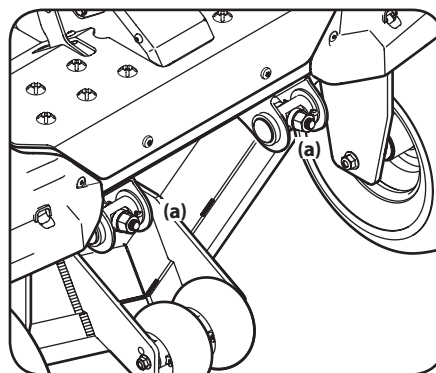

Figure 4-10
5. Pour relever le devant du plateau de coupe, desserrez les écrous autobloquants à l'avant des axes de pivot (a) à l'aide d'une clé. Ensuite, serrez les contre-écrous situés à l'arrière des axes de pivot (a) pour relever le devant du plateau de coupe et le maintenir en place. Voir Figure 4-10.
6. Pour abaisser le devant du plateau de coupe, desserrez les contre-écrous à l'arrière des axes de pivot (a) à l'aide d'une clé. Ensuite, serrez les écrous autobloquants à l'avant des axes de pivot (a) pour abaisser le devant du plateau de coupe et le maintenir en place. Voir Figure 4-10.